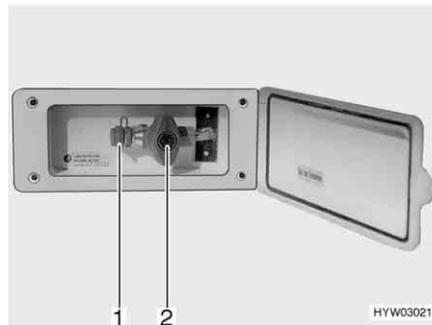

Bild 157 Externer Gasanschluss (Gasabsperrrventil geschlossen)
Der externe Gasanschluss (Bild 157) befindet sich auf der rechten Fahrzeugseite.
- Externes Gasgerät an der Anschluss-Stelle (Bild 157,1) anschließen.
- Das Gasabsperrrventil (Bild 157,2) öffnen.